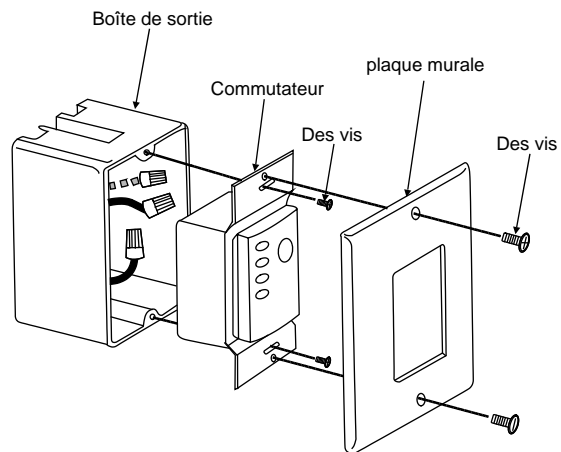

Fig. 20
Étape 2. Installez la plaque murale sur la boîte de sortie murale existante à l'aide des vis fournies. (Fig. 20)